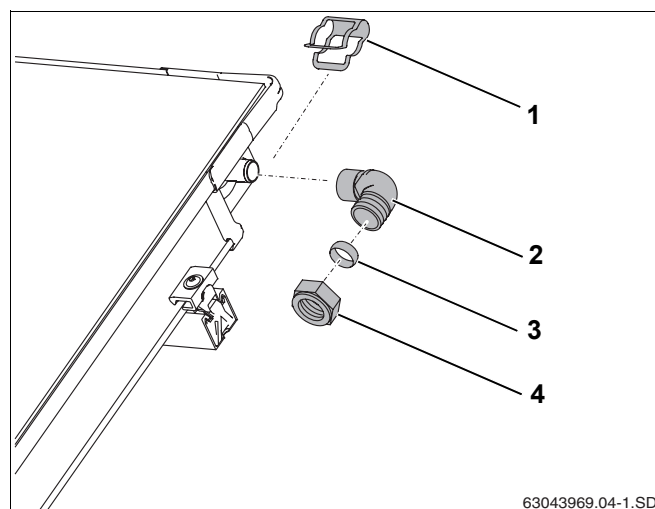

Рис. 57 Монтаж подающей линии (без воздушного клапана на крыше)
- Надеть уголок (рис. 57, **поз. 2**) с зажимным кольцом и накидной гайкой на штуцер коллектора.
- Закрепить уголок зажимом (рис. 57, **поз. 1**).